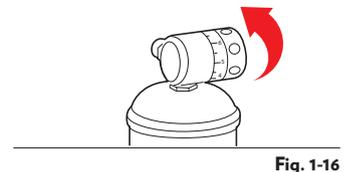

Fig. 1-16
23.2 - Per gli erogatori con acqua frizzante, è necessario regolare la pressione del gas CO₂ per determinare il livello di gasatura agendo sulla manopola di regolazione del riduttore di pressione. Ruotando la manopola verso destra aumenta la pressione e di conseguenza la gasatura dell'acqua, ruotando la manopola verso sinistra diminuisce pressione e gasatura. I riduttori di pressione del gas CO₂, per bombole monouso con attacco M11 sono dotati di manopola di regolazione con scala graduata che indica il valore di pressione di taratura, vedi Fig. 1-16.